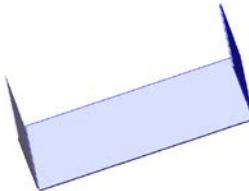
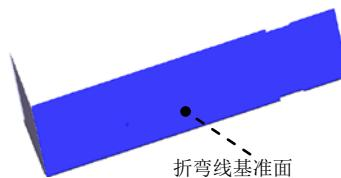

图 11.3.16 绘制的折弯 2
图 11.3.17 折弯线基准面
Step5. 创建图 11.3.16 所示的钣金特征——绘制的折弯 2。
(1) 选择命令。选择下拉菜单 **插入(I)** → **钣金(B)** → **绘制的折弯(S)...** 命令(或单击“钣金”工具栏上的“绘制的折弯”按钮 )。
(2) 定义特征的折弯线。
① 定义折弯线基准面。选取图 11.3.17 所示的模型表面作为折弯线基准面。